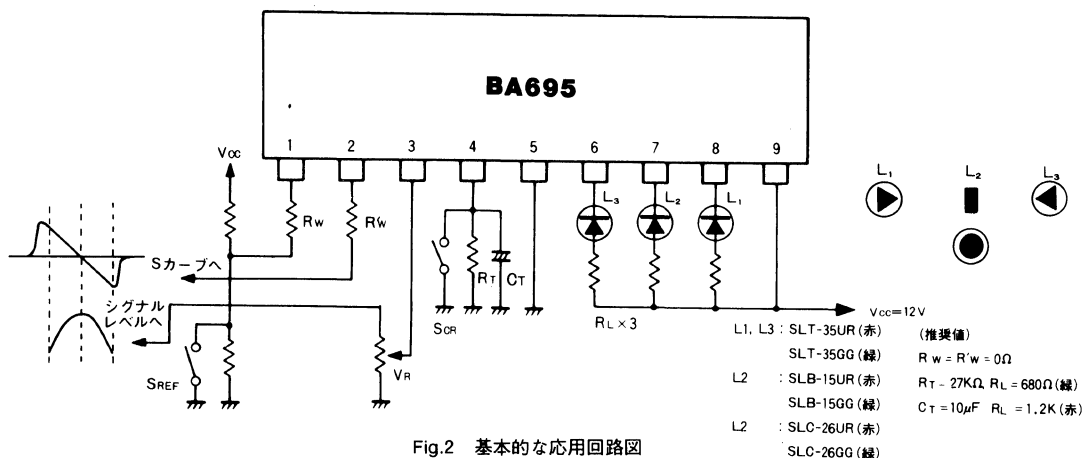

Fig.2 基本的な応用回路図
(1) FM放送受信時
いま表示素子としてFig.2の中のもの、 L_1 、 L_2 、 L_3 のようなLEDを使用してFM放送を受信したとき、セットの受信周波数が放送周波数より離調しており、シグナルレベルが低く3pin (IN) の電圧がFMLED点灯電圧 $V_{FO}0.5V$ (Typ.) より低い場合すべてのLEDは消灯します。3pin電圧が V_{FO} より高くなった時点でいずれかのLEDが点灯することができません。そのとき2pin電圧 (V_{SC}) が1pin電圧 (V_{REF}) よりも高くなるように調整しておけば L_1 が点滅し同調方向を表示します。| $V_{SC}-V_{REF}$ | がFM同調表示電圧 $V_{FT}70mV$ (Typ.) より低くなれば L_2 が点灯し同調したことを表示し、逆に V_{SC} が V_{REF} より V_{FT} をはずれて低くなった場合は、 L_3 が点滅し離調したことを表示します。
(2) AM放送受信時